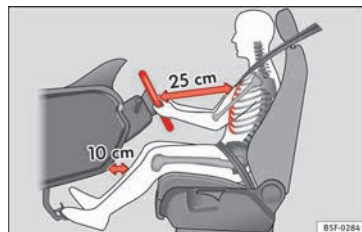

Fig. 83 Distancia correcta entre el conductor y el volante.
- Ajuste el volante de modo que quede una distancia mínima de 25 cm entre el volante y el tórax » **fig. 83.**
- Coloque el asiento del conductor de forma que quede una distancia mínima de 25 cm entre el tórax y el centro del volante » **fig. 83.** Si la distancia es inferior a los 25 cm, el sistema de airbags no puede protegerle correctamente.